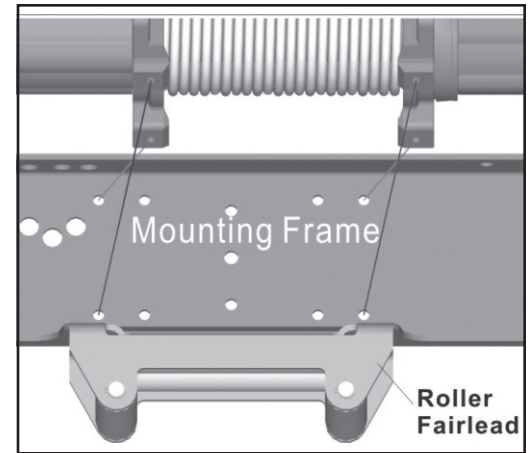

Figure 1
3. Monter le treuil électrique au cadre de montage en utilisant des boulons(#36) et des écrous(#38) fournis. **Voir Figure 1**